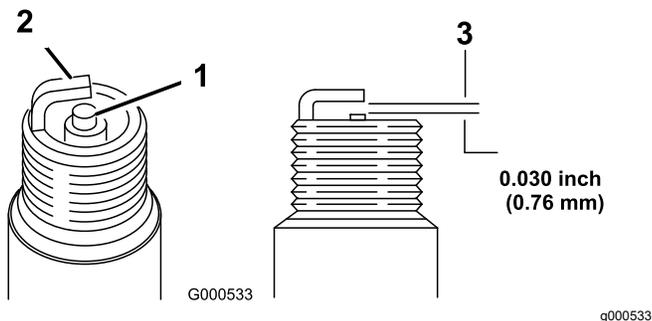

Figura 20
5. Ajuste el espacio entre los electrodos a 0.76 mm (0.030"); consulte Figura 20.